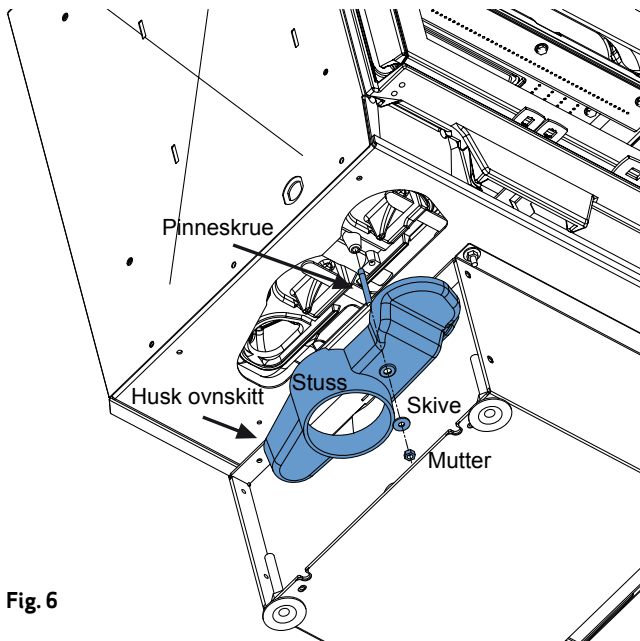

Fig. 6
4. Forbrenningsluften til brennkammeret kan tilføres direkte eller indirekte på 2175/ 2575 CBS. Om forbrenningsluften skal tilføres direkte til brennkammeret, monteres stussen (inntaket) for direkte tilluft, som vist på fig.6. Prøveplasser peisen for å sikre riktig hulltaking for tilluftskanalen. Isoler tilluftskanalen slik at kondensering ikke oppstår, der dette er nødvendig.
2175/2575 er forberedt med en stuss på Ø 100 mm. Monter tilførselskanalen til stussen, fig. 6 og 14. Tilluftskanalen skal isoleres slik at kondensering ikke oppstår.